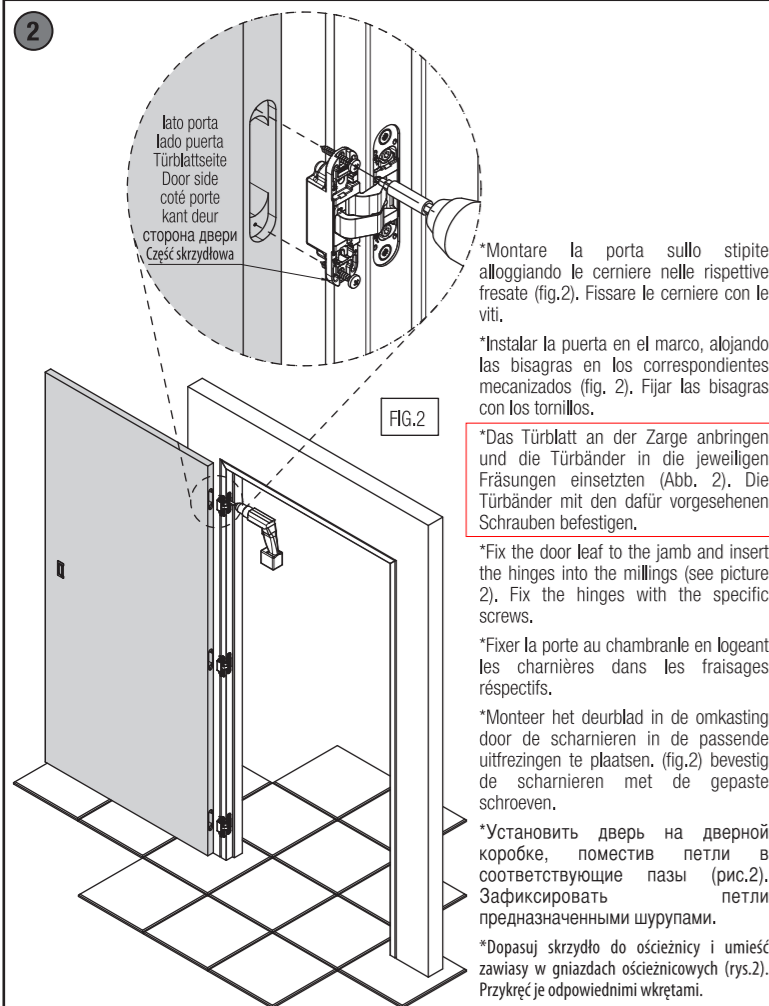

FIG.2
- \* Montare la porta sullo stipite alloggiando le cerniere nelle rispettive fresate (fig.2). Fissare le cerniere con le viti.
- \* Instalar la puerta en el marco, alojando las bisagras en los correspondientes mecanizados (fig. 2). Fijar las bisagras con los tornillos.
- \* Das Türblatt an der Zarge anbringen und die Türbänder in die jeweiligen Fräsungen einsetzen (Abb. 2). Die Türbänder mit den dafür vorgesehenen Schrauben befestigen.
- \* Monteer het deurblad in de omkasting door de scharnieren in de passende uittreuzingen te plaatsen. (fig.2) bevestig de scharnieren met de gepaste schroeven.
- \* Установить дверь на дверной коробке, поместив петли в соответствующие пазы (рис.2). Зафиксировать петли предназначенными шурупами.
- \* Dopasuj skrzydło do ościeżnicy i umieść zawiasy w gniazdach ościeżnicowych (rys.2). Przykręć je odpowiednimi wkrętami.